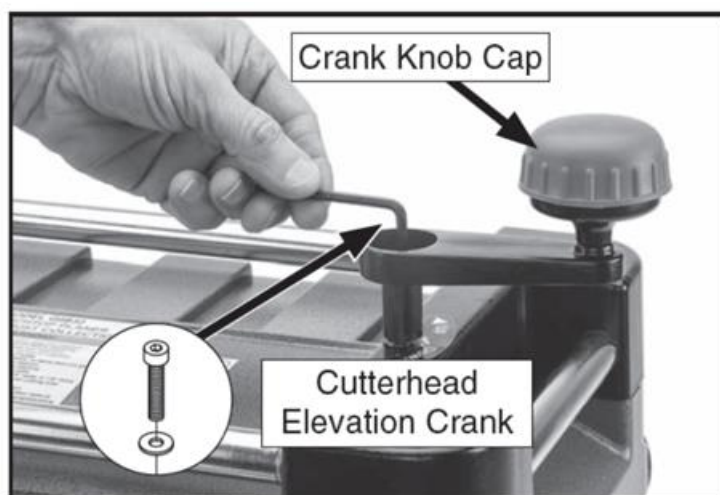

Рисунок 10. Установка рукоятки подъема режущей головки.
1. Установите подъемную рукоятку режущего вала на подъемный вал и закрепите ее с помощью винта с головкой M5-8 x 20 и шайбы 5 мм из прилагаемого оборудования (см. рис. 10). Не затягивайте слишком сильно.
2. Надавите колпачок рукоятки регулировки высоты на рукоятку (см. рис. 10).